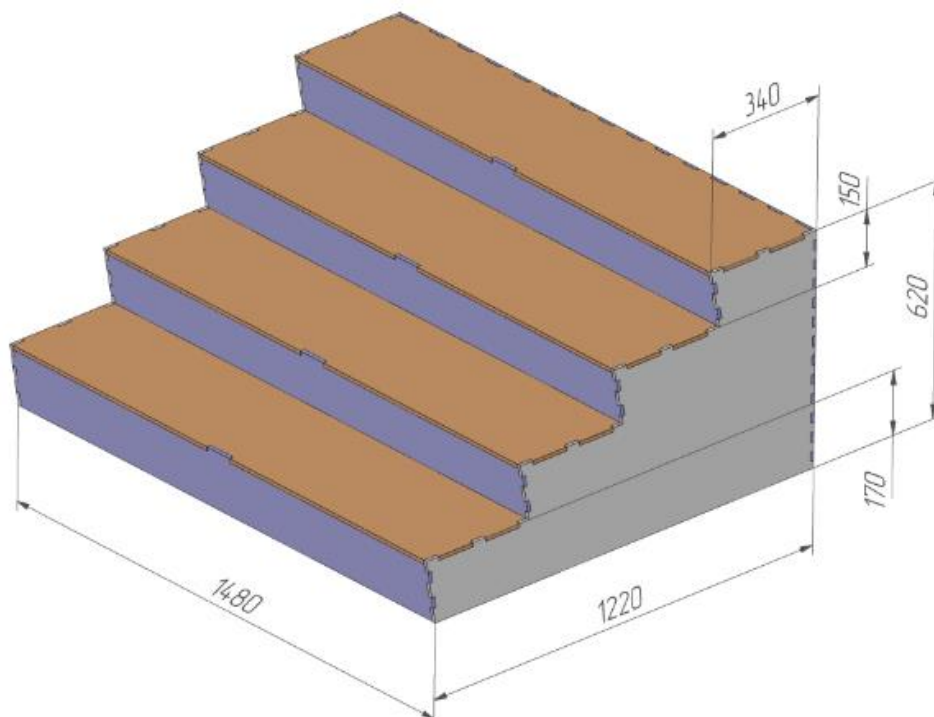

Рисунок 1.11 – Лестничный марш (габаритные размеры)
5.2.4. Лестничный марш (рисунок 1.11)